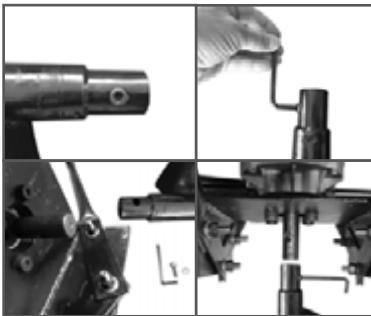

Рис. 5 Установка шнека
10. Выкрутите болт крепления шнека (Рис.5).
2. Снимите крепеж шнека (Рис.5). Отедините двигатель от шнека и уберите его в сторону. Двигатель должен опираться на грунт рукоятками и валиком отбора мощности.